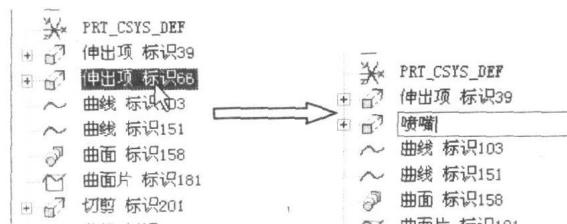

图 1-6 特征操作更方便
(6) 模型树的增强功能。可以通过在模型树中选择特征来快速执行特征的操作，而不必再在各菜单或对话框中浏览。比如，只需在模型树中双击特征名称或按 F2 键，即可轻松将其重命名，如图 1-6 所示。